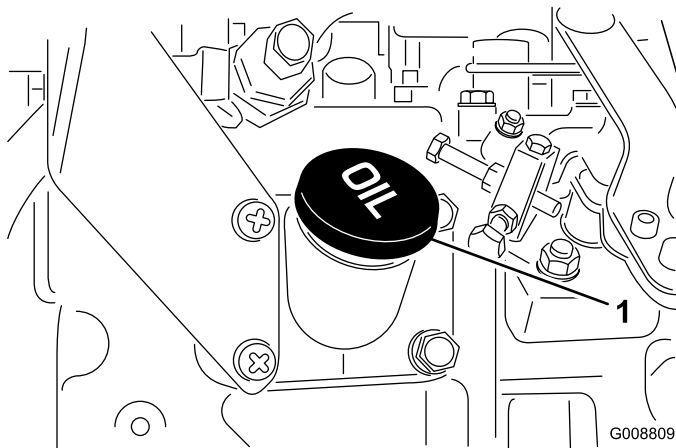

Bild 9
4. Wenn der Ölstand unter der Voll-Marke liegt, nehmen Sie den Fülldeckel ab (Bild 9) und gießen Sie genug Öl ein, um den Ölstand bis zur Voll-Marke anzuheben. **Nicht überfüllen.**